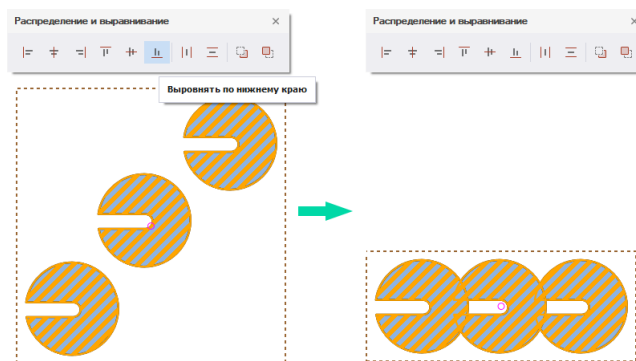

Рис. 249 Выравнивание по нижнему краю
2. На панели «Распределение и выравнивание» выберите инструмент «Выровнять по нижнему краю», который обозначен символом , см. Рис. 249.